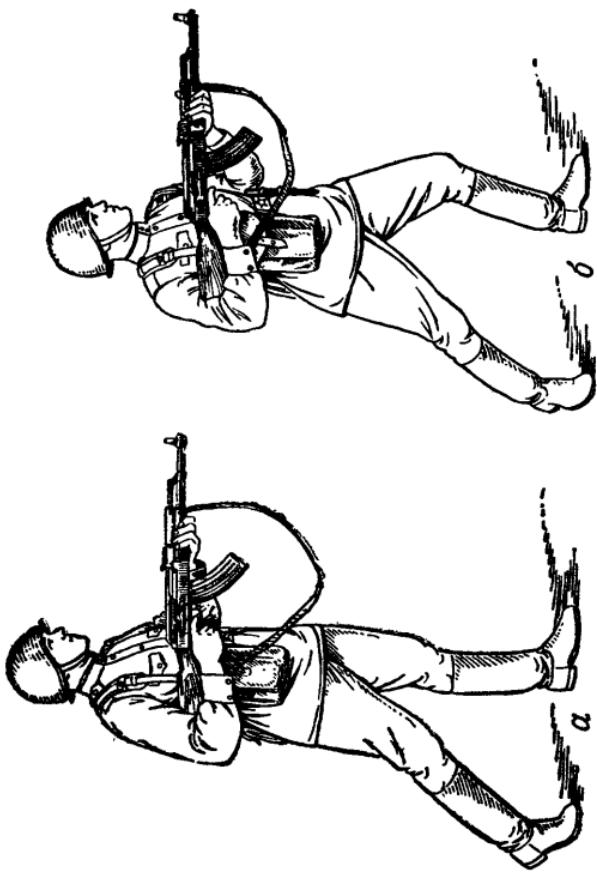

Рис. 73. Положение при стрельбе на ходу:
**130. Стрельба с прикладом, прижатым к боку**, ведется без остановки. Для этого правой рукой прижать приклад к правому боку без упора или с упором затыльником в плечевую часть правой руки у локтевого сустава (рис. 73). Если приклад сложен, автомат правой рукой прижать к боку ствольной коробкой и пистолетной рукояткой (см. рис. 56); левой рукой удерживать автомат за цевье. Направить автомат в цель и, не прекращая движения, открыть огонь.